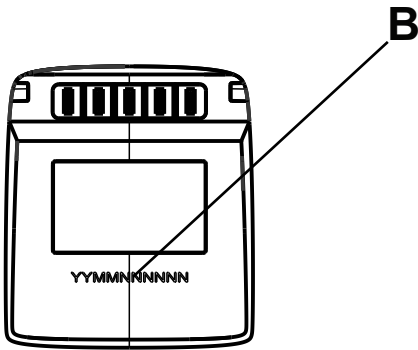
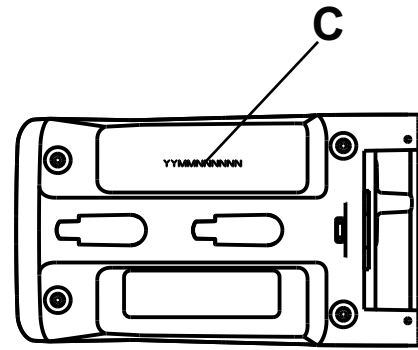

图 4 – Alvarium 电池序列号位置
图 5 – Alvarium 充电器序列号位置
参阅下图，了解电池 (B) 和充电器 (C) 序列号位置 (图 4 和图 5)。